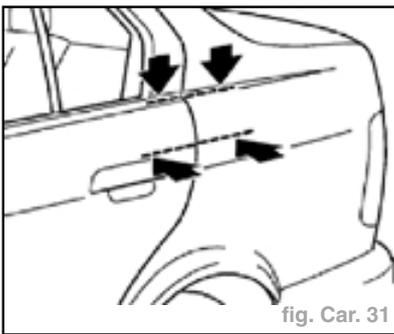

fig. Car. 31
- Contrôler le dépassement de la porte à l'arrière (fig. Car. 31).